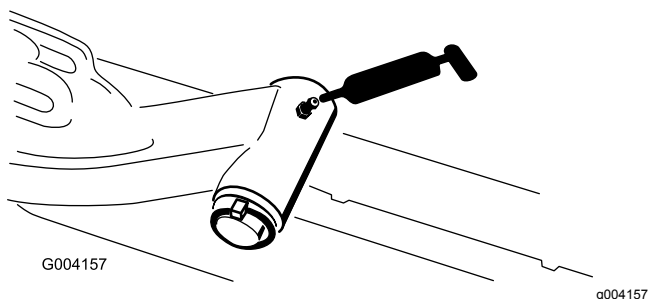

Figura 32
- Albero di articolazione del braccio di sollevamento (1 ciascuno) – Figura 32